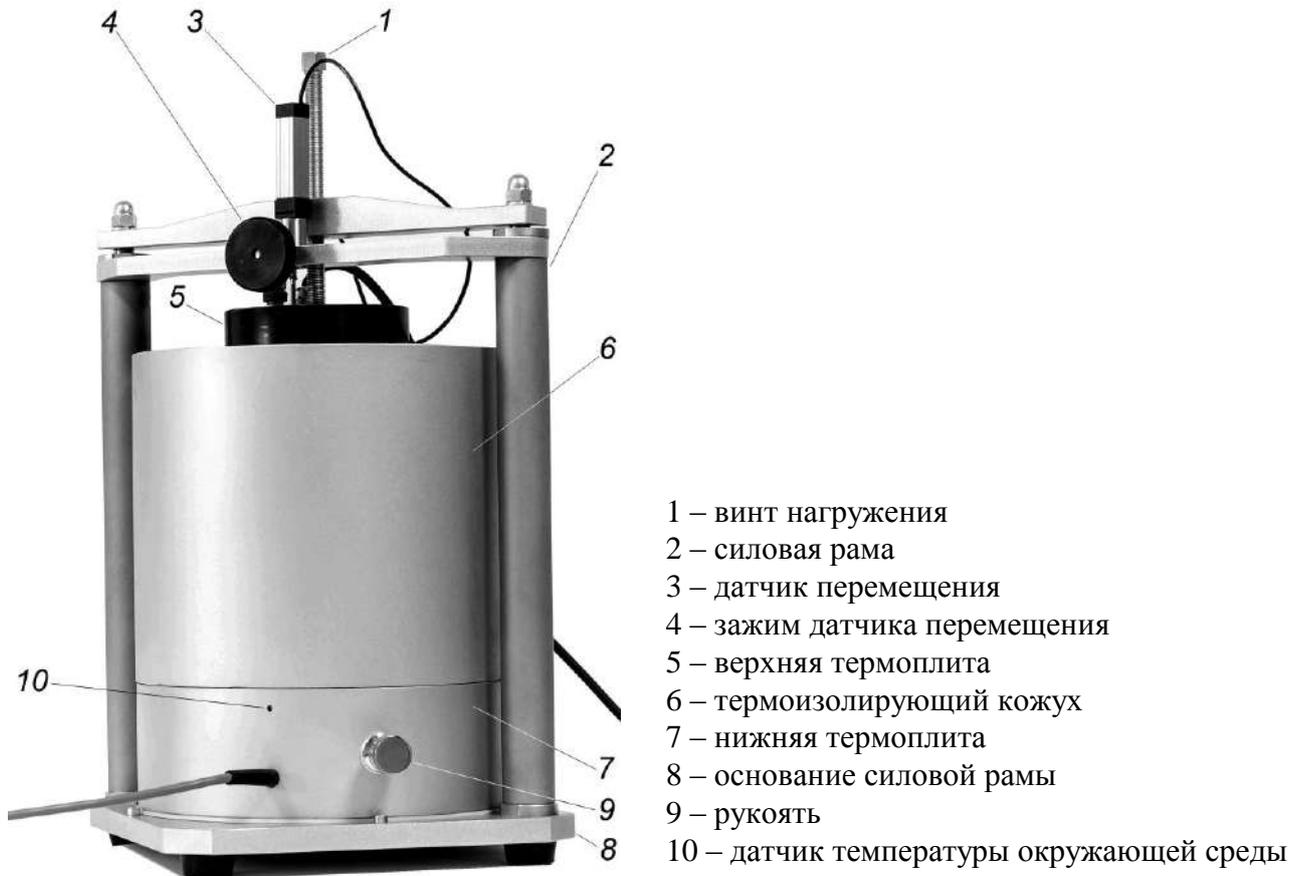

Рисунок 1.3 – Общий вид термоконтейнера
1.4.3 **Термоконтейнер** (рисунок 1.3) состоит из верхней термостатированной плиты (далее – верхняя термоплита), нижней термостатированной плиты (далее – нижняя термоплита), силовой рамы, термоизолирующего кожуха, и обоймы для образца грунта, состоящей из пяти колец.
1.4.4 **Силовая рама** (рисунок 1.3) состоит из основания (8), двух стоек (2), траверсы с датчиком перемещения и подпружиненной траверсы с винтом нагружения (1).